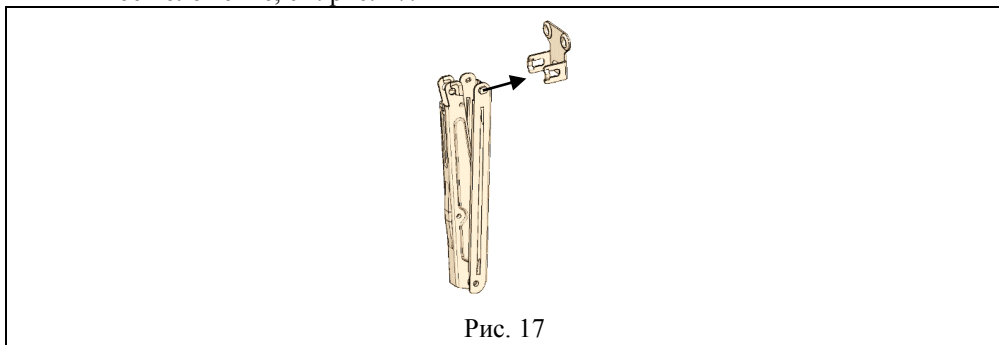

Рис. 17
5.2.1. Фиксатор столешницы Multiflex (поз. 1, пакет №9а) нижней частью ввести в кронштейн нижний (поз. 2, пакет №9а), см. рис.9 и повернуть в горизонтальное положение, см. рис. 17.